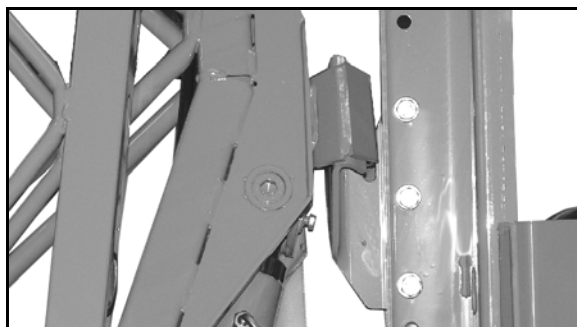

Fig. 10
- Sistem de blocare la transport (Fig. 10) pentru timoneria **Super-S** împotriva deschiderii accidentale prin rabatare